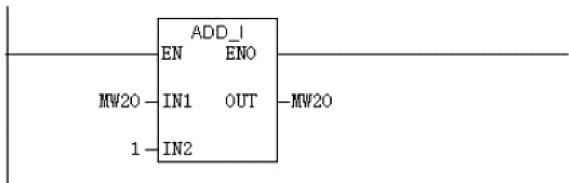

图 5-23 在 OB80 里编写的程序
6) 在管理画面的块目录里插入 OB80 并打开 OB80, 如图 5-22 所示。在 OB80 里编写如图 5-23 所示程序并保存。